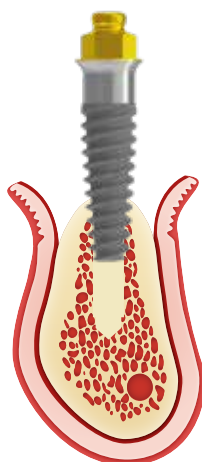

FIG.1
2. Se l'impianto si ferma all'inizio, oppure a metà, (vedi FIG. 1 e 2), significa che la sotto-preparazione è eccessiva per il tipo di osso, è quindi consigliabile rimuovere l'impianto e riporlo nella sua ampolla in titanio, per poterlo riutilizzare dopo aver passato la fresa di diametro superiore.